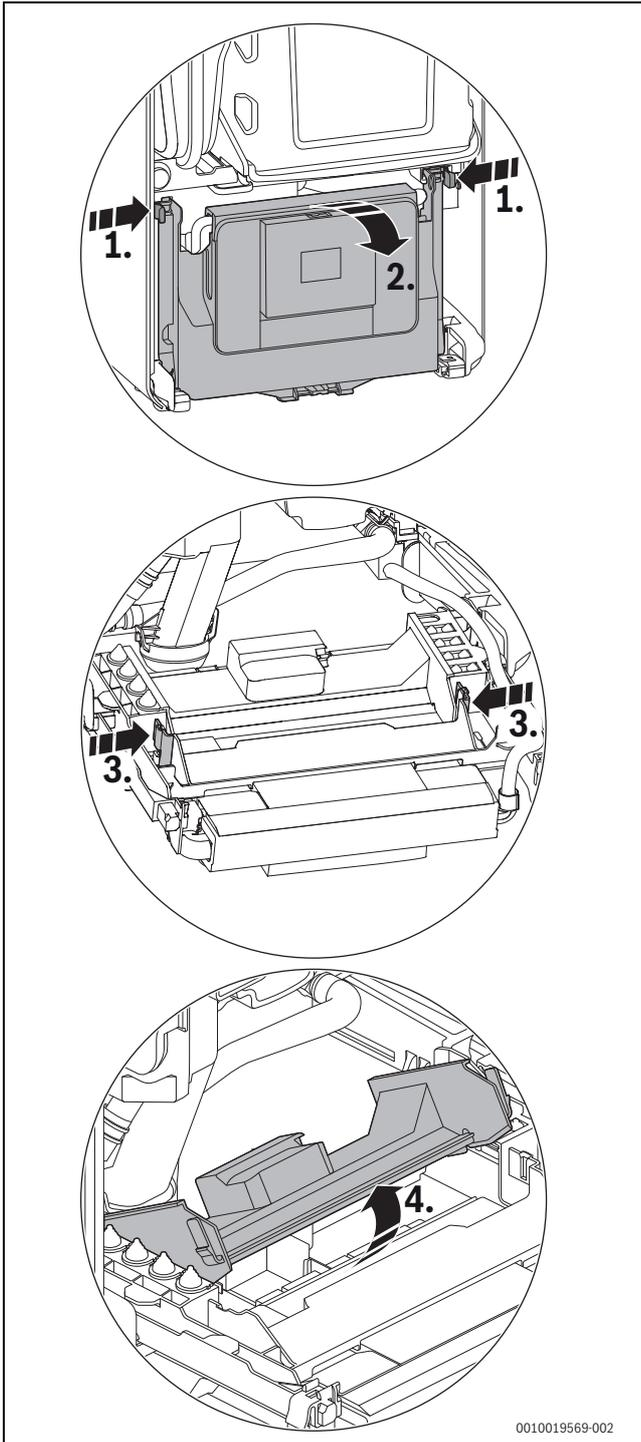

Fig. 76 Apertura del pannello protettivo
- Ruotare verso il basso il dispositivo di controllo (→ fig. 76, pagina 45).